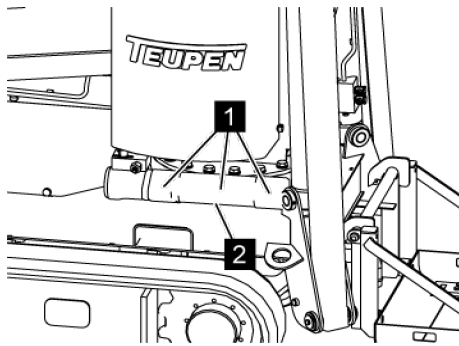

Fig. 103: Graisser l'entraînement de rotation
2. ➤ Injecter avec la pompe à graisse sur les graisseurs (Voir la Fig. 103/1) de l'entraînement de rotation, de la graisse haute performance (N° de réf. 3917/0130).
4. ➤ Contrôler si le trou de vidange d'eau (Voir la Fig. 103/2) en dessous de l'entraînement de rotation n'est pas sale, le nettoyer si nécessaire.